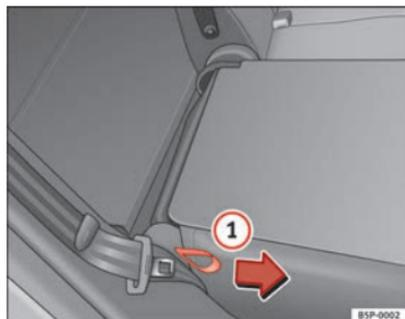

Fig. 98 Abatir o levantar el respaldo de los asientos posteriores
- Tire del lazo situado en el lateral del asiento ⇒ fig. 98 ①.
En esta posición el respaldo está bloqueado. Por ello, para levantar el respaldo hay que tirar del lazo situado en el lateral del asiento, en la dirección de la flecha ⇒ fig. 98.